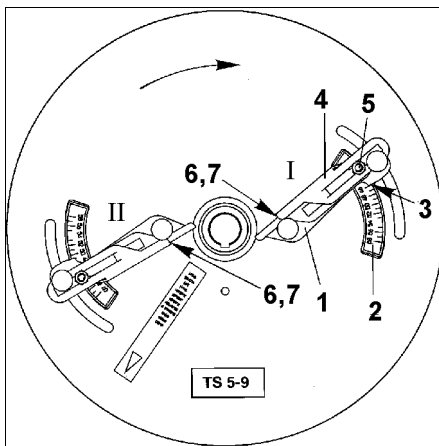

Fig. 49
- Still avlesekannten (Fig. 49/7) til vingen «I» på bokstaven «D» og skru fast den ytre vingedelen. Drei vingen «I» til tallverdien «50» og skru den fast.
- Still avlesekannten (Fig. 49/7) til vingen «II» på bokstaven «F» og skru fast den ytre vingedelen. Drei vingen «II» til tallverdien «46» og skru den fast